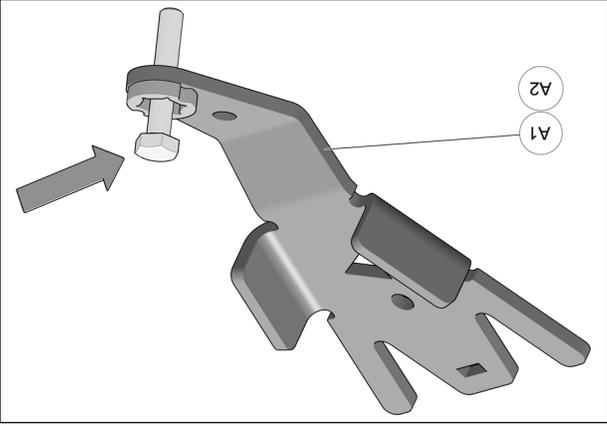

Fig. 13
4. Insérer un boulon à l'extrémité de chacun des ancrages de suspension avant (A1-A2). Fig. 13